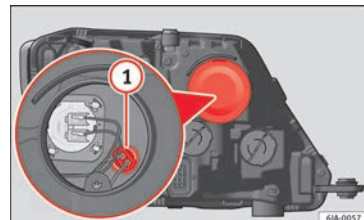

Fig. 89 Substituição da lâmpada da luz de presença.
- Remova a tampa protetora »» Fig. 89.
- Extraia o porta-lâmpadas »» Fig. 89 ① puxando para fora.